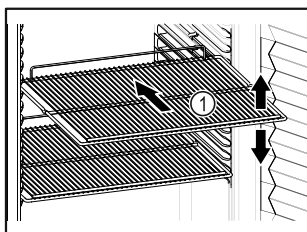

Fig. 59 Príklad zobrazenia
- ❑ Ak sa dajú odkladacie rošty Fig. 59 (1) premiestniť, prispôbte výšku.